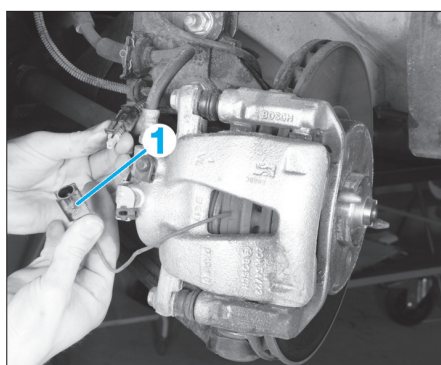

Fig. 1
- Désolidariser le capteur d'usure des plaquettes de frein (1) (Fig.1).